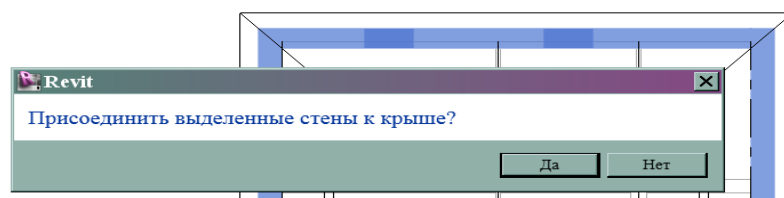

Рис. 67
6. Присоединить стены к крыше (рис.67).